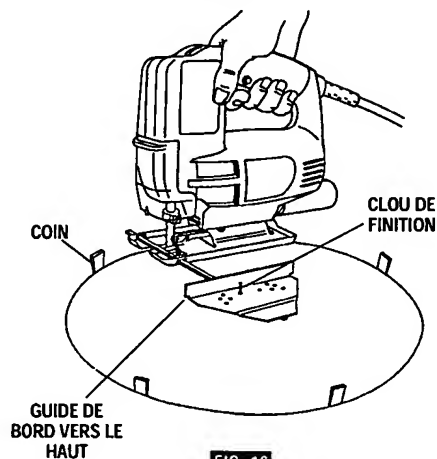

FIG. 16
2. Percez un trou ou faites une coupe en plongée près du bord du cercle, mettez la scie hors tension et retirez le cordon de la prise de courant (fig. 16).
Conseil pratique : Procédez lentement de sorte que la lame reste bien droite dans le trait de coupe. Insérez des petits coins de bois dans le trait de coupe (comme l'indique la fig. 16), pour empêcher le disque intérieur de se décentrer quand vous serez sur le point de terminer la coupe.